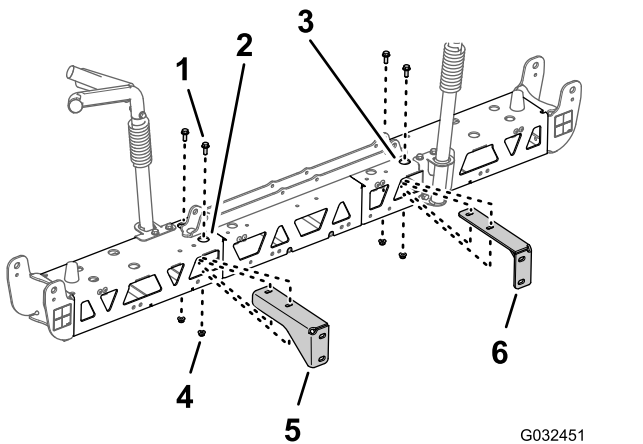

Figura 78
- Allineate i fori sulla staffa di supporto di destra con i fori sul telaio della trave di destra, come illustrato nella Figura 78.
- Montate la staffa di supporto di destra sul telaio della trave di destra (Figura 78) con i 2 bulloni a
- Ripetete i passaggi 2 e 3 per la staffa di supporto di sinistra sul telaio della trave di sinistra (Figura 78).